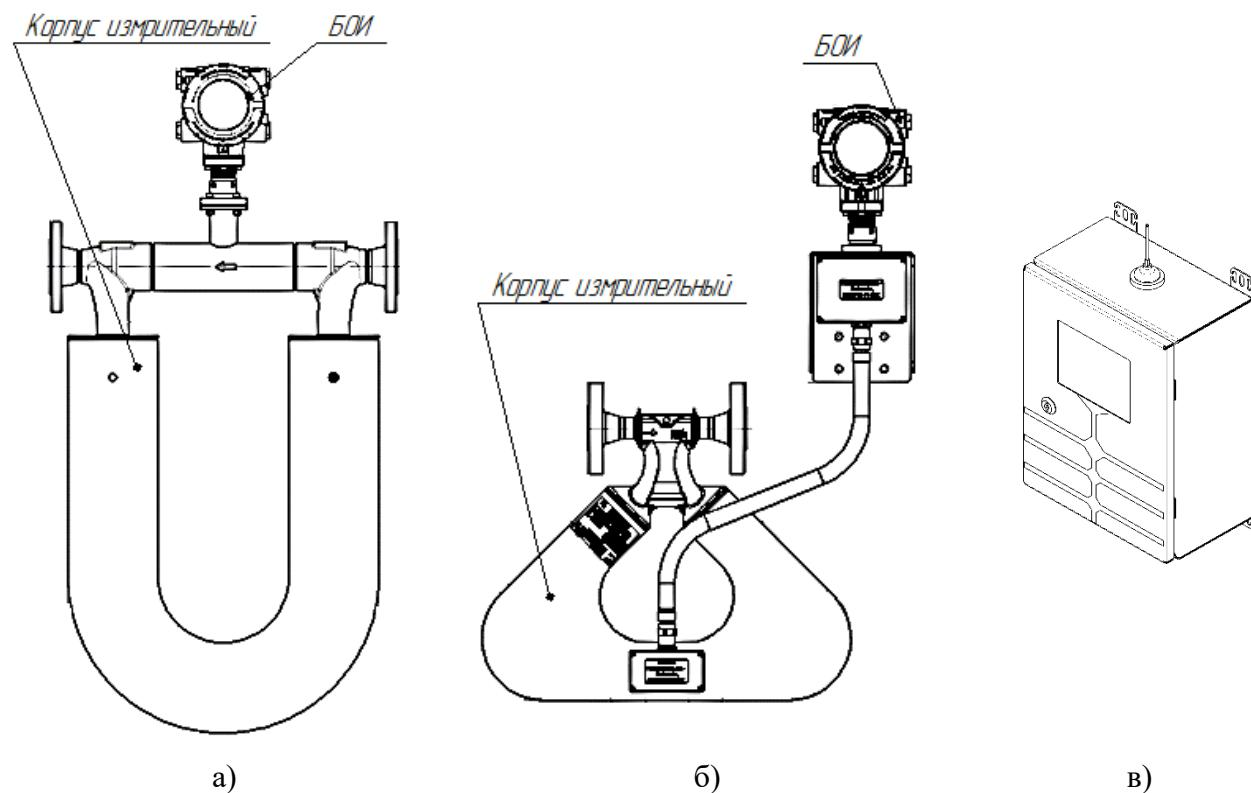

Рисунок 4 – Внешний вид преобразователей:
1.5.1 Преобразователь состоит из двух основных функциональных блоков: корпус измерительный и блок обработки информации (БОИ). Дополнительной опцией при заказе является модуль выносной для удаленного взаимодействия (см. рисунок 4).